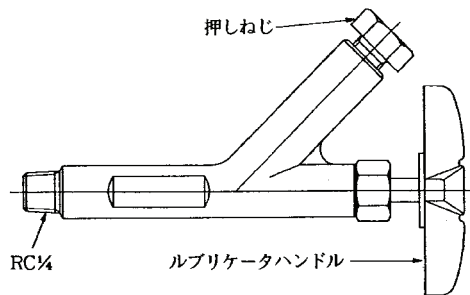

図2-2 ルブリケーター (600#クラス以下)
- 【3】 ルブリケーター付のバルブはグリース注入量を確認します。(図 2-2)
- 【4】 グランドパッキンを挿入します。図2-2を参照ください。
- 【6】 グランドパッキンを挿入します。図2-2を参照ください。
【6】 グランドパッキンを挿入します。図2-2を参照ください。